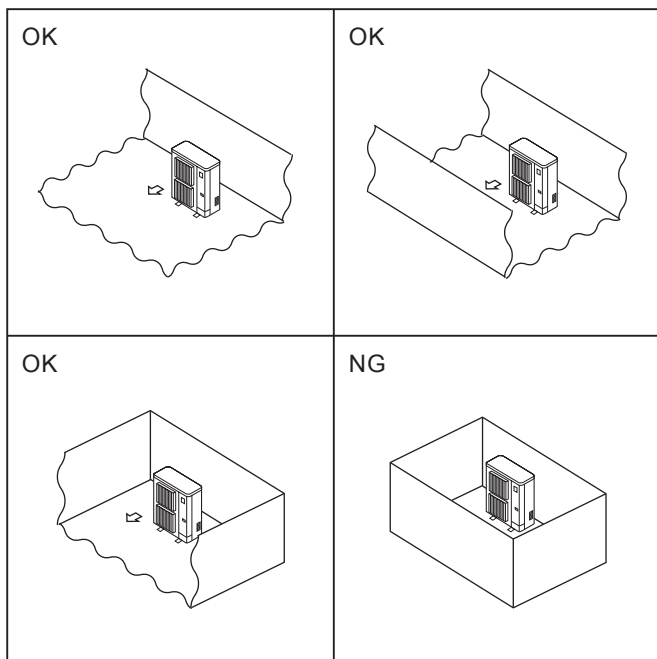

Fig. 2-1
- ⊙ Installera utomhusenheter på en tillräckligt stor plats där minst en av de fyra sidorna är öppna och det inte finns några nedsänkningar. (Fig. 2-1)